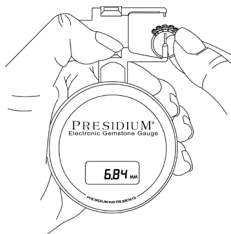

图 2.5
- 慢慢合上游标 (图 2.5)，读数将直接显示在显示窗口上。按 MM/Ct (图 2.3) 可在以毫米为单位的尺寸和以克拉为单位的重量之间转换。